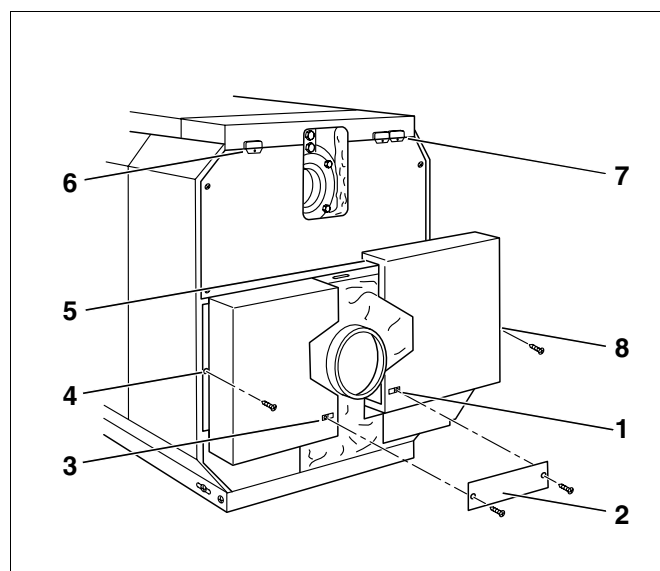

Рис. 56 Установка задних стенок котла
- Установить гайки с защелкой на правую и левую боковые стенки, а также на задние стенки котла (рис. 56, **поз. 1, 3, 4 и 8**).
- Установить нижние задние стенки котла слева и справа в шлицы отбортовки верхней задней стенки и боковой стенки (рис. 56, **поз. 5**).
- Закрепить саморезами соединительную планку (рис. 56, **поз. 2**) под патрубком дымовых газов на задних крышках котла.
- Закрепить кабельные вводы слева или справа на верхней задней стенке котла (рис. 56, **поз. 5 и 6**).